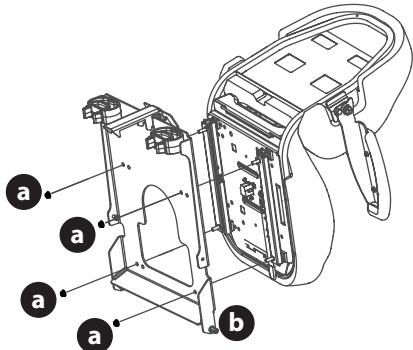

Figura 7
2. Instale el asiento en la bandeja del asiento (b) con las tuercas de seguridad con reborde (a) (Figura 7).